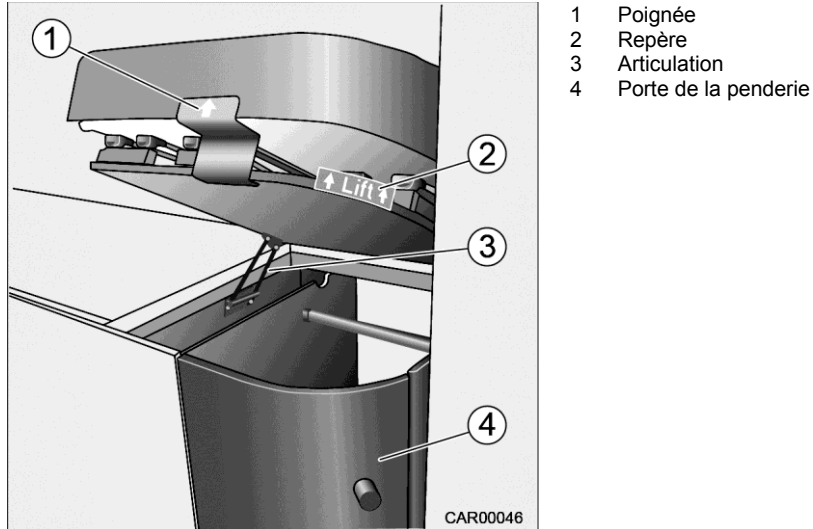

Fig. 91 Lit arrière
2. Relever le sommier divisé en le poussant au point de repère « Lift » (Fig. 91/2) ou au niveau de la poignée (Fig. 91/1).
Le sommier divisé est automatiquement maintenu en position supérieure extrême par l'articulation (Fig. 91/3).
- Avant de prendre la route, ramener le lit en position initiale et fermer la porte de la penderie (Fig. 91/4).